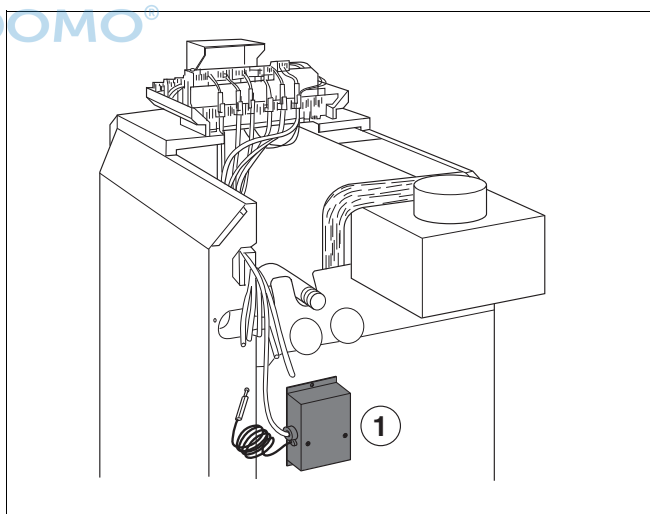

Fig. 2 Posición del aparato de mando G124 X o bien Gaz 5000F - 28 / 32
- Atornillar el aparato de mando al dispositivo de control del tiro con los tornillos de chapa suministrados (fig. 2 a 5).